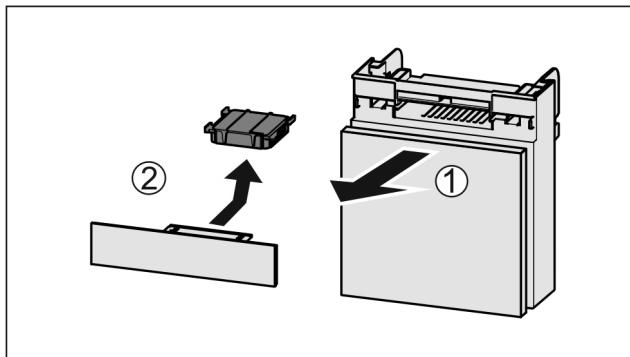

Fig. 59
- Вытянуть Fig. 59 (1) отделение движением вперед.
- Извлечение Fig. 59 (2) фильтра с активированным углем.